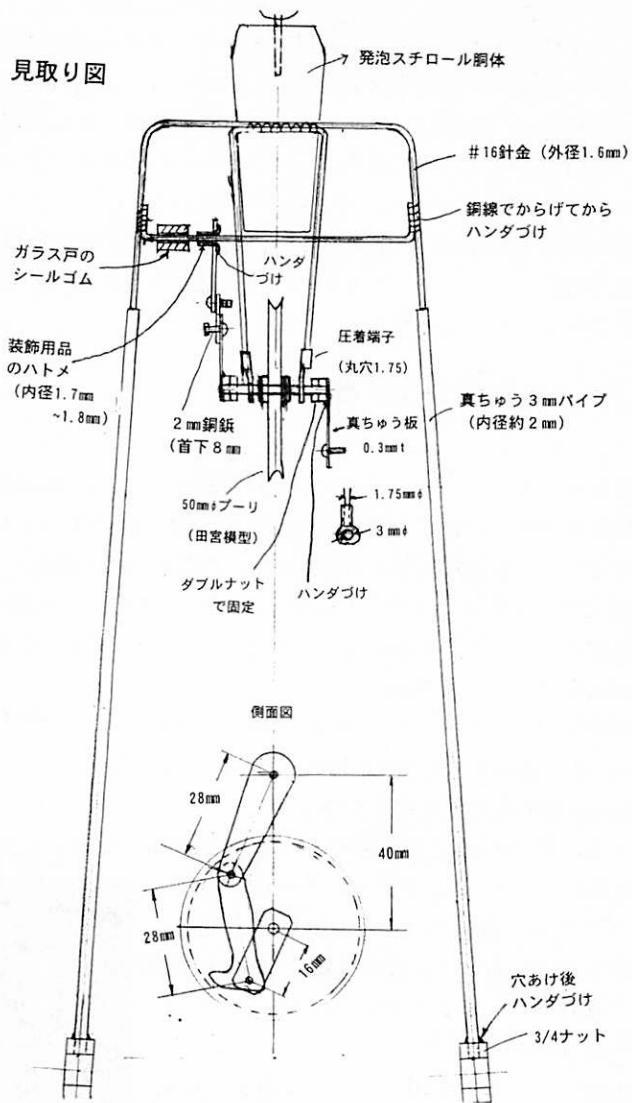

図2 見取り図 (縮尺1/2)
**骨組**：軽量化のために、1.6mm $\phi$ の針金（16番線）でアーム基礎部と車輪支持部と腿支持部を作り、図2のように0.4mmの銅線で仮付けした後、ハンダづけで固定する。アーム先端部は、外径3mm、肉厚0.5mmの真鍮パイプで作り、一端部は前記アーム基礎部に差し込んでハンダづけ固定し、他端部は3/8吋用ナットの側面にあけた3mm $\phi$ の穴に差し込みハンダづけ固定する。その他の部品は市販品を使うことを原則とした。
**足**：厚さ0.3mmの真鍮板を図2のように切り、両端部に軸間距離が30mmとなるよう2mm $\phi$ の穴を開ける。
**腿**：厚さ0.3mmの真鍮板を図2のように切り、一端部に3mm $\phi$ の穴を開け、3mm用鳩目を差し込んでハンダづけする。他端部は2mm $\phi$ の穴を開け、